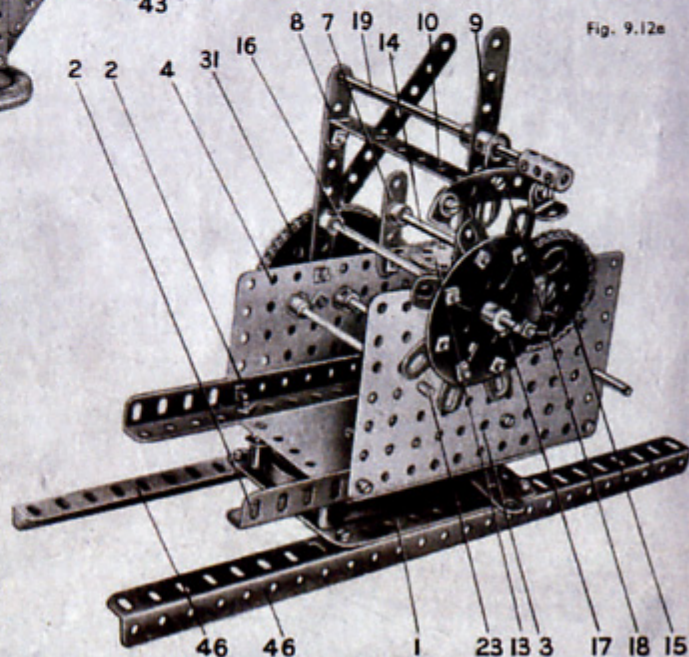

Fig. 9.12e
L'entraînement à partir du moteur s'opère de la façon suivante : un pignon de 19 dents monté sur l'arbre d'entraînement du moteur engrène avec une roue de 57 dents (11) fixée sur une tringle de 6 cm. qui tourne dans les bandes coudées (5) et (6). Cette tringle porte également une vis sans fin (12) et un pignon d'angle de 48 dents (13); ce dernier est tenu écarté de la bande coudée supérieure par deux rondelles métalliques, tandis que la roue de 57 dents l'est de la bande inférieure par six rondelles. Le pignon d'angle de 48 dents (13) entraîne un pignon d'angle de 16 dents fixé sur une tringle de 10 cm. (14) qui est montée comme le montre la figure. Cette tringle porte également une roue de chaîne de 36 dents (15) qui est reliée par une chaîne Galle à une roue de chaîne de 14 dents fixée sur la tringle (16). Cette tringle porte également la roue à rochet (17) (Fig. 9.12e). La tringle (19) porte un échappement à ancre (18). La vis sans fin (12) entraîne une roue de 57 dents fixée sur la tringle (20) qui porte également l'aiguille des minutes (21). Un pignon de 25 dents (22) fixé aussi sur cette tringle engrène avec une roue de 50 dents fixée sur la tringle (23).